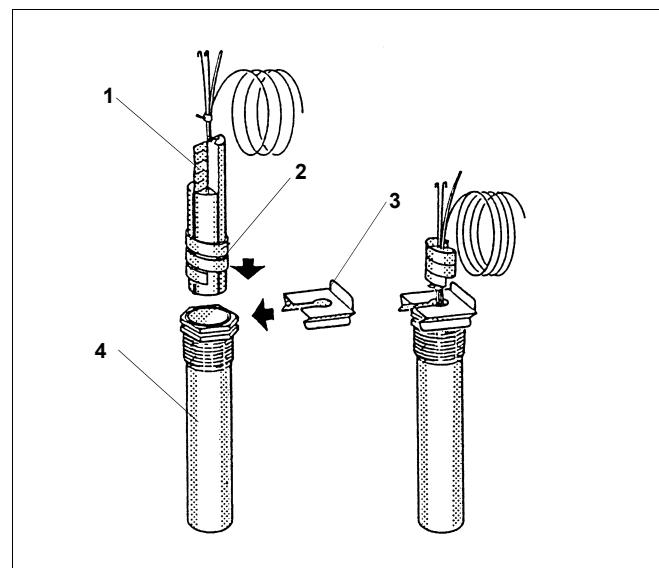

Рис. 8 Датчики в погружной гильзе
- Пластмассовая спираль, удерживающая датчики, при установке сдвигается автоматически назад (рис. 8, [2]).
- Для создания хорошего контакта между гильзой и датчиками, что обеспечивает надёжную передачу температуры, нужно вставить между датчиками компенсационную пружину (рис. 8, [1]).
- Вставьте сверху или сбоку фиксатор на оголовок гильзы (рис. 8, [3]).